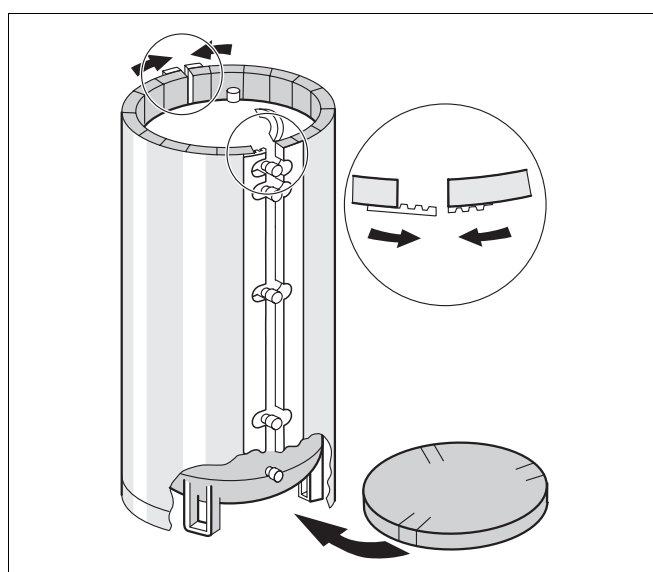

Fig. 6 Izolația termică
- Discul termoizolant, chertat în dreptul picioarelor boilerului, se așează pe pardoseală (fig. 6).
- Acumulatorul de apă caldă se îmbracă cu plăcile termoizolante astfel încât decupările să corespundă cu poziția racordurilor (fig. 6).
- Marginile izolației termice se apropie și se îmbină (fig. 6).